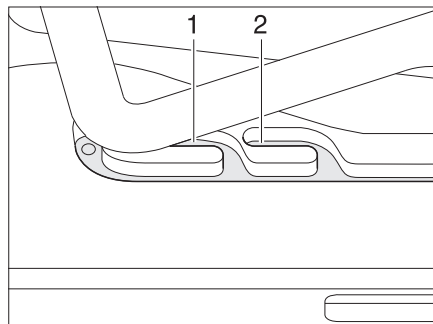
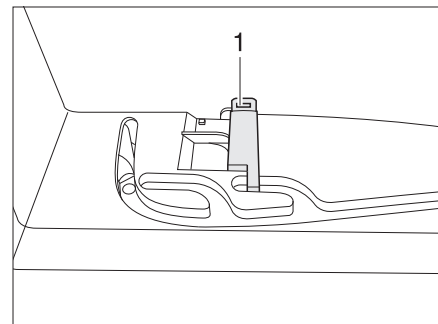

Bild 83 Heki-Dachhaube in Lüftungsstellung
Bild 84 Verriegelung Lüftungsstellung
Die Heki-Dachhaube kann in zwei Lüftungsstellungen gebracht werden: Schlechtwetterstellung (Bild 83,1) und Mittelstellung (Bild 83,2). Je nach Modell kann die Dachhaube in der Mittelstellung mit dem Riegel (Bild 84,1) verriegelt werden.
- Den Bügel leicht nach oben drücken und in die gewählte Führung (Bild 83,1 oder 2) schieben und ggf. verriegeln.